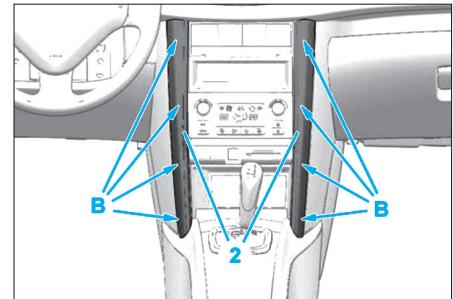

Fig. 5
- Déclipser avec précaution les enjoliveurs latéraux (2) de la façade centrale en (B) (Fig.5).